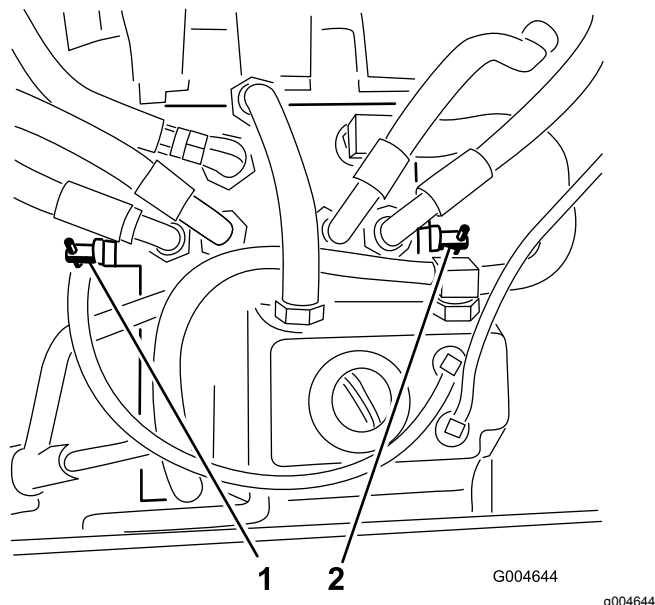

Figura 25
2. Individuate le valvole di bypass (Figura 25) e ruotate ciascuna valvola in senso antiorario di 1 giro.
4. Chiudete le valvole ruotando ciascuna in senso orario di 1 giro (Figura 25).